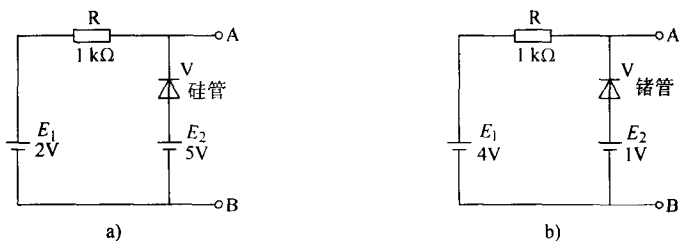

图 1—8 习题 4 电路图
- (1) 二极管两端加上正向电压时 ()。
- (2) 如果二极管的正、反向电阻都很大, 则该二极管 ()。
- (3) 在测量二极管反向电阻时, 若用手把管脚捏紧, 电阻值将会 ()。
4. 图 1—8a 所示的二极管为硅管, 图 1—8b 所示的二极管为锗管, 分别求电压 U_{AB} 。